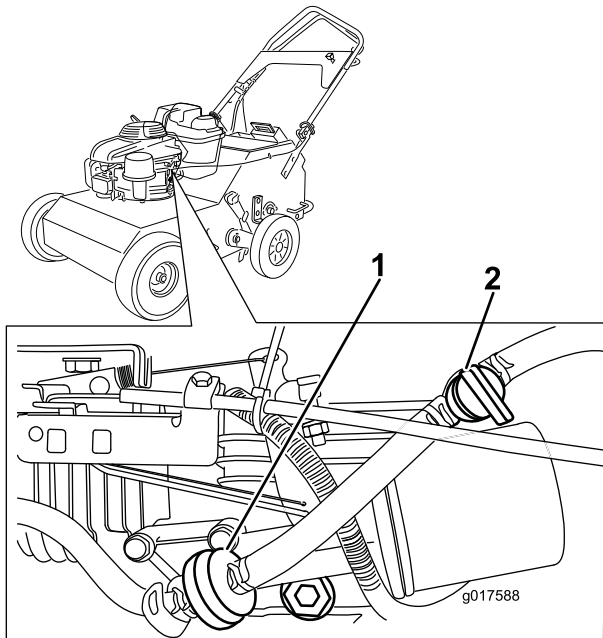

Figura 11
2. Abra la válvula de cierre del combustible (Figura 11).